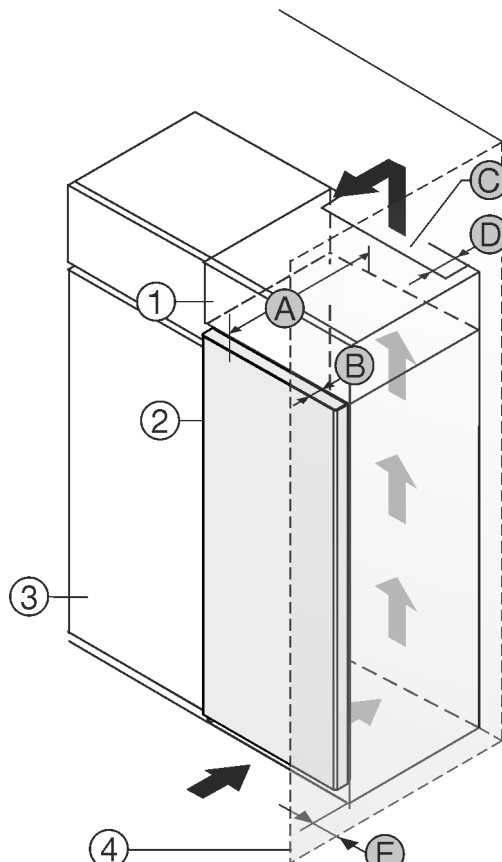

Fig. 1
Установите устройство непосредственно рядом с кухонным шкафом Fig. 1 (3)*.
На задней стенке дополнительного шкафчика должен быть вентиляционный канал с глубиной Fig. 1 (D) по всей ширине этого шкафа.*
Нужно соблюдать вентиляционное отверстие Fig. 1 (C) под нижней панелью.*
Если устройство установлено на шарнирах у стены Fig. 1 (4), то расстояние между устройством и стеной должно быть не менее 13 мм.*
Если устройство установлено на шарнирах у стены Fig. 1 (4), то расстояние между устройством и стеной должно быть не менее 57 мм. Настолько выступает ручка при открытой дверце.*